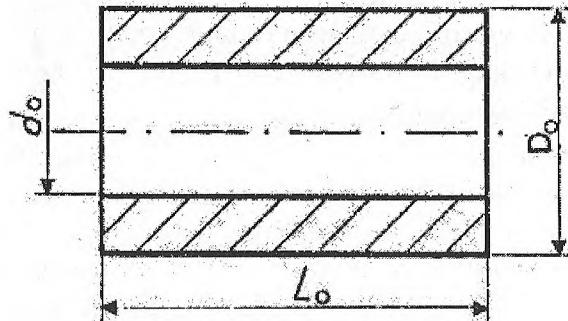

Рисунок 3.3 – Эскиз отливки
4.5. Извлечь отливку из формы, измерить ее размеры. Полученные данные занести в таблицу 1. Выполнить эскиз отливки (рисунок 3.3).